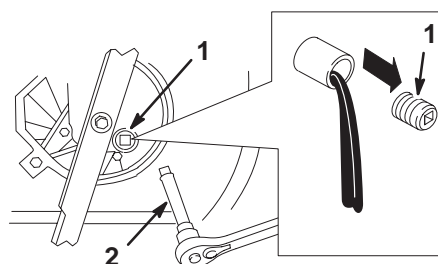

Figure 17
5. Enlevez le bouchon de vidange, remettez la tondeuse dans sa position normale de fonctionnement et laissez l'huile s'écouler dans le bac de vidange (Fig. 17).